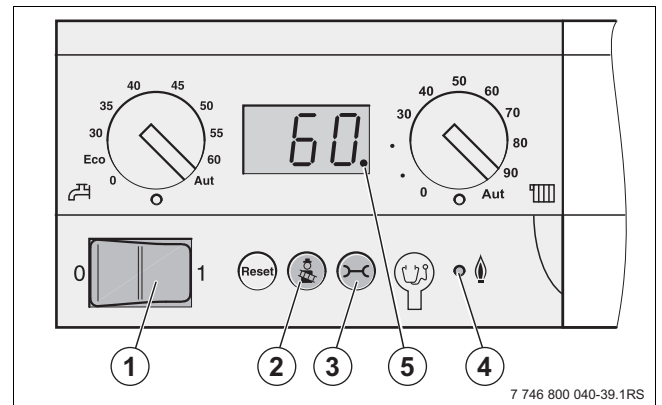

Fig. 55 Painel de comando do controlador básico
- ▶ Colocar a tecla On/Off (→ fig. 55, [1], página 31) no painel de controlo na posição "0" (desactivado).
- ▶ Colocar a tecla On/Off (→ fig. 55, [1]) no painel de controlo na posição "0" (desactivado).